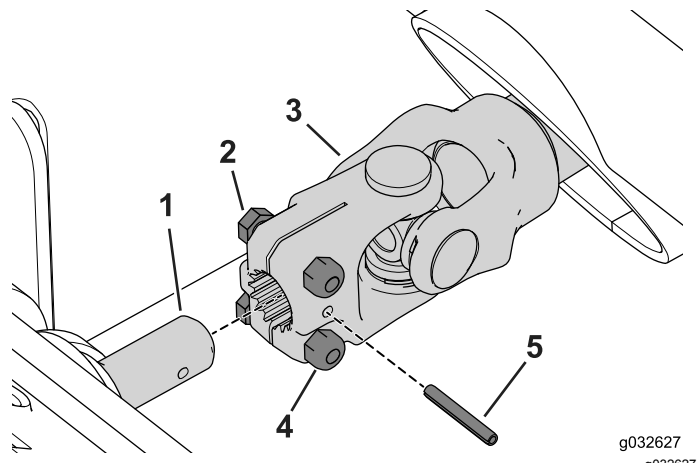

図 79
2. 冬用フレームのPTOシャフトにPTOヨークを通し、ロールピンの穴を整列させる 図 79。
3. ロールピンを取り付ける 図 79。